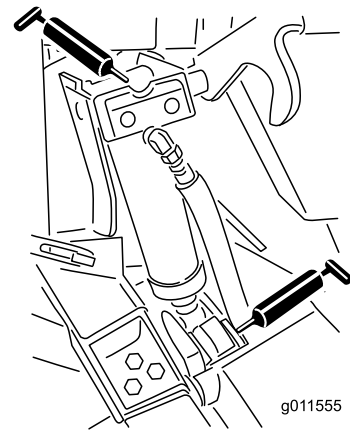

Figura 70
- Quatro casquilhos do cilindro de elevação (Figura 70)